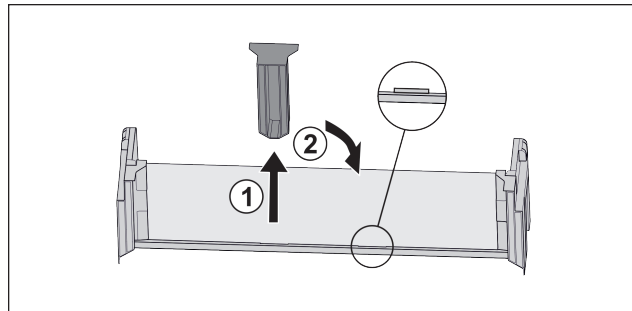

Fig. 83 *
- ▶ Snemite sredinski držalni del Fig. 83 (1).*
- ▶ Sredinski držalni del vstavite na drugem položaju Fig. 83 (2).*